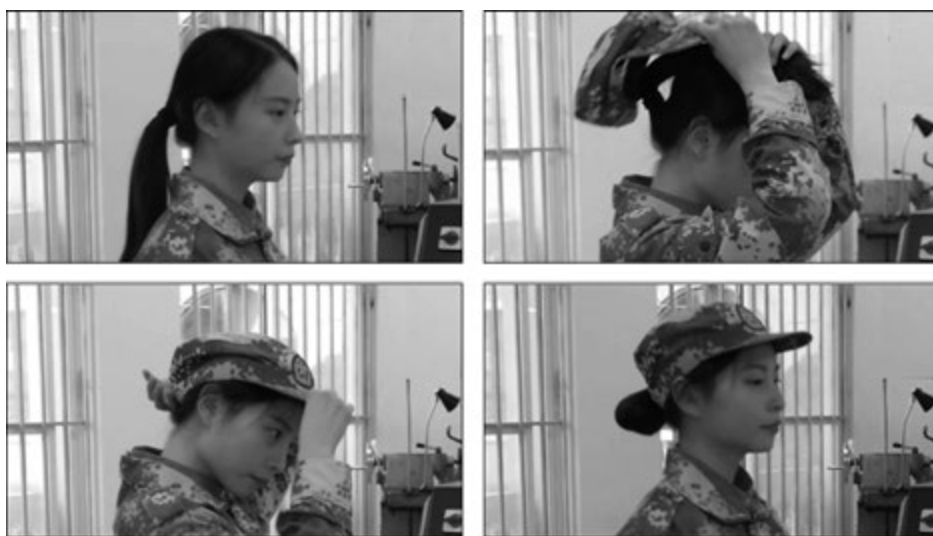

图 1.3 女生的长发必须塞入帽内
(3) 女生的长发必须塞入帽内,如图 1.3 所示。
(4) 操作提示如下。
① 进入车工实训区域,女生必须戴工作帽,长发塞入帽内。
② 操作车床时,操作者必须佩戴防护眼镜,严禁戴手套。